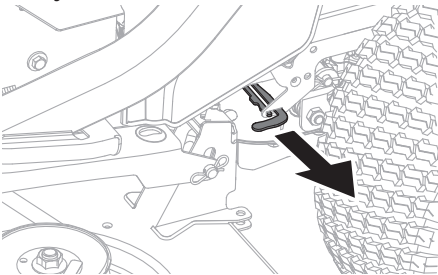

Figura 2
1. Para enganchar las lengüetas de derivación de la transmisión, tire de la lengüeta para afuera. Repita del otro lado. Consulte la Figura 2.